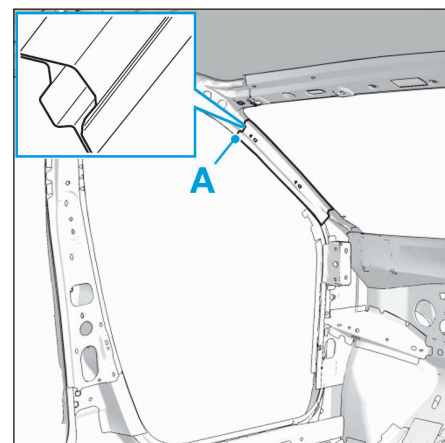

FIG.64
- Respecter les lignes de coupe (A) (Fig.64).